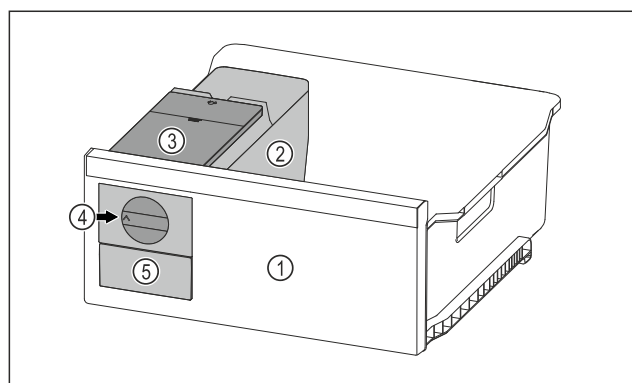

Fig. 82 Beispielhafte Darstellung
- ▶ Drehknopf *Fig. 82 (4)* im Uhrzeigersinn bis zum Anschlag drehen.
- ▷ Eiswürfel fallen aus der Eiswürfelschale in das Eiswürfel-schubfach *Fig. 82 (5)*.